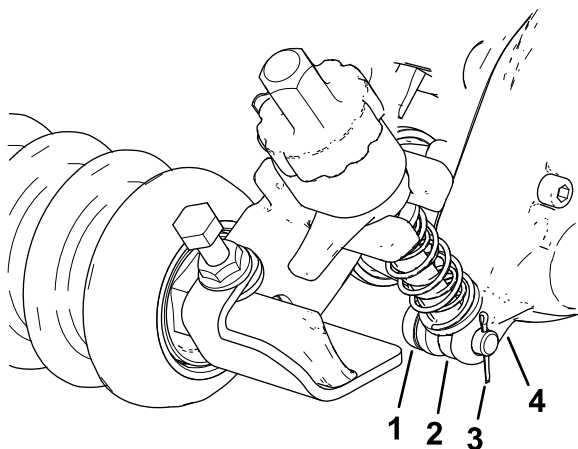

Figura 10
2. Sul lato della scatola della trasmissione del groomer, fate scorrere l'asta del braccio di regolazione della staffa dell'altezza di taglio nella fessura della scatola della trasmissione del groomer e fissatela con un perno di regolazione e una coppiglia, come illustrato nella Figura 10.